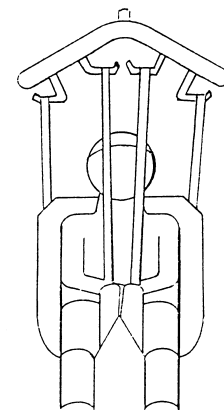

Abb. 5
- Die Gurte des Rückenteils werden nun in die äußeren Haken des Drehbügels eingehängt (**Abb. 5**).